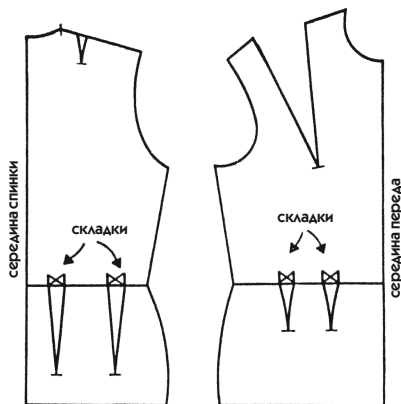

Рис. 88
2. Чтобы получить лекало по рис. 88, отметьте на лифе параллельно срединной линии глубину вытачек примерно 1—1,5 см. Такие складки далее будем называть мягкими.
Как вы можете видеть на рис. 88, крестиками обозначены складки лифа. Мы и впредь будем пользоваться подобными обозначениями, и сразу будет понятно, что речь идет о застроченной или мягкой складке. Сделайте на вашем чертеже то же самое.